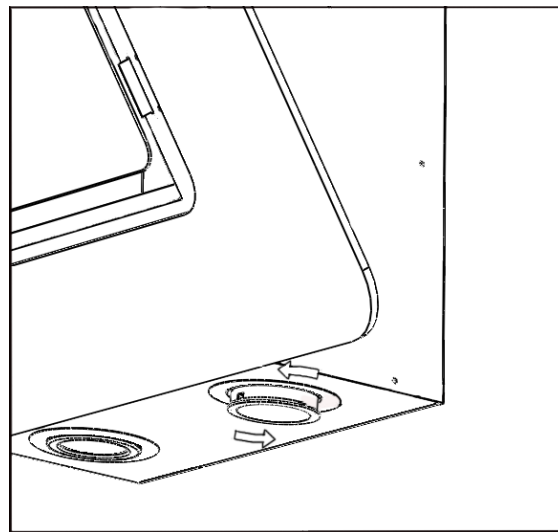

Рис.6
8.8 На витяжці встановленні галогенні лампи підсвітки робочої зони плити. Для заміни лампи необхідно зняти фільтри, віджати тримач патрона на себе, щоб лампа вийшла з корпусу витяжки; утримуючи тримач патрона, злегка надавити на лампу в напрямку патрона і, повернувши її проти годинникової стрілки, вийняти (**рис.6**). Замість неї необхідно встановити нову з тими ж характеристиками і встановити фільтри.